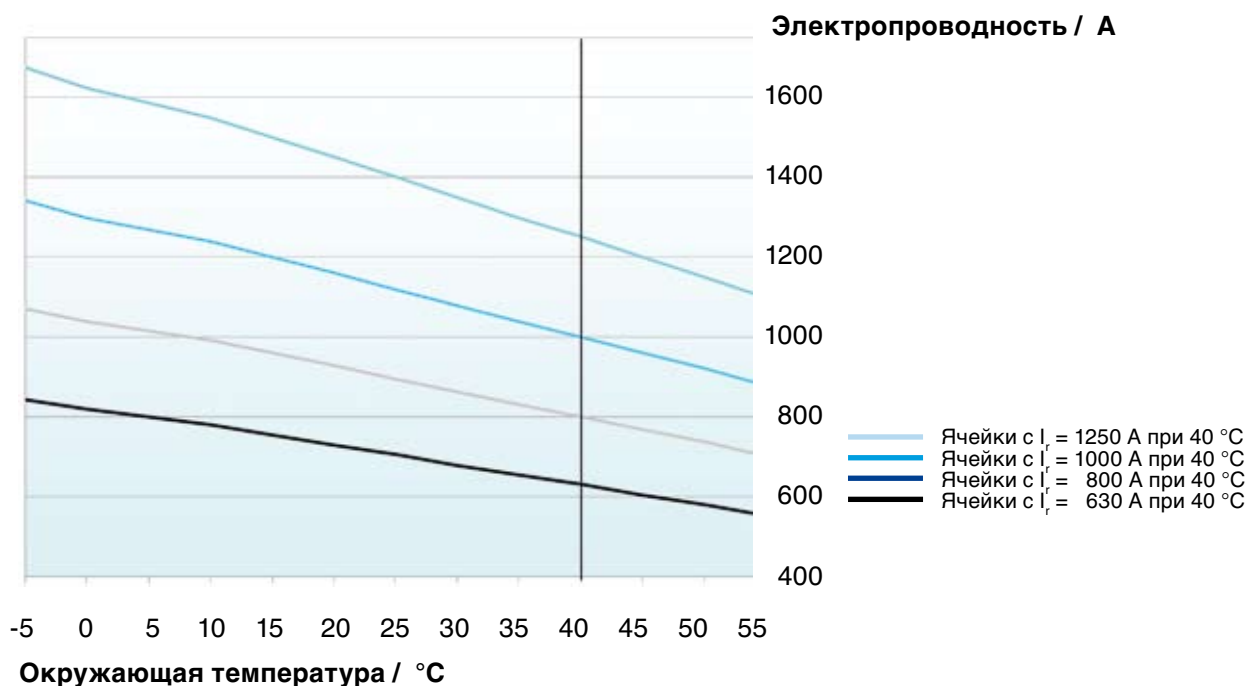

Рис. 10.1. Взаимосвязь окружающей температуры и электропроводности
- повышенная окружающая температура (макс. значение > 40 °С, а также макс. среднее значение за 24 часа: > 35 °С - см. рис. 10.1),